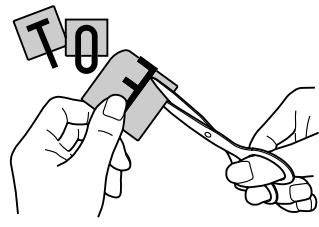

図4-2
- ②文字に合わせて裏紙をハサミで5分の1程度に切ってください。(図4-2参照)